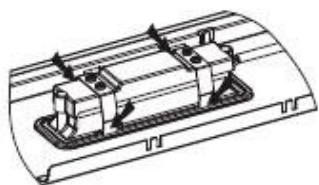
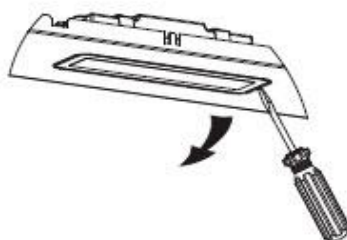

Рис. 3
Рис. 4
- Способ 1. Используйте инструмент или руку, чтобы прижать пружинный штифт с обеих сторон светодиодной лампы к внутренней стороне, пока лампочка не будет выдавлена наружу. См. рис. 3 ниже. Затем слегка вытяните соединительный провод лампы. См. рис. 4 ниже.
- Способ 2. С помощью прямой отвертки приподнимите нижний край светодиодной лампы. См. рис. 5 ниже. Затем слегка вытяните соединительный провод лампы. См. рис. 4 ниже.